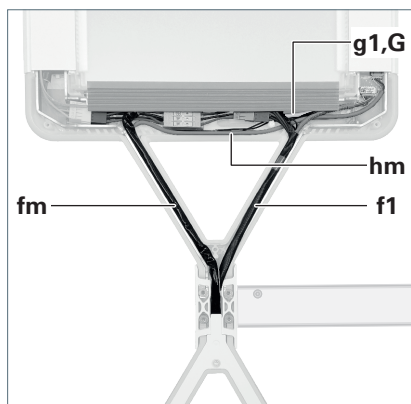

Fig. 23: Riporre le linee.
21. Posare la linea di alimentazione **f1** dalla traversa nel braccio di supporto della testa dell'apparecchio 1, vedere Fig. 23.